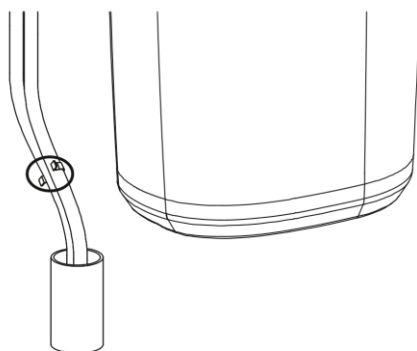

Abb. 1
- Nach Abschluss der Installationsschritte gemäß Schritt 4 überprüfen Sie, ob sich der Bypass in der Betriebsart „Wasserversorgung“ (Service) befindet (Abb. 1). Befindet sich der Bypass in der Betriebsart „Bypass“ (Abb. 2), ziehen Sie die Schubstange in die Betriebsart „Wasserversorgung“ (Abb. 1).